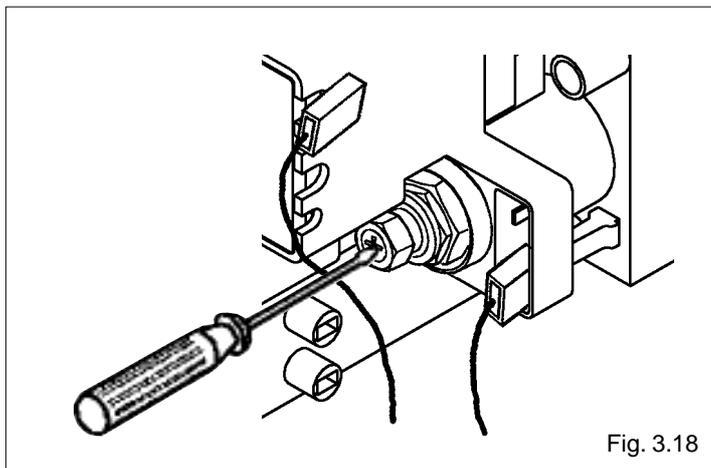

Fig. 3.18
- desconectar uno de los cables del modulador (fig. 3.18)
- en esta condición, la caldera trabaja al mínimo de la potencia y se puede proceder actuando con un destornillador en el tornillo de regulación interna del modulador (fig. 3.18).